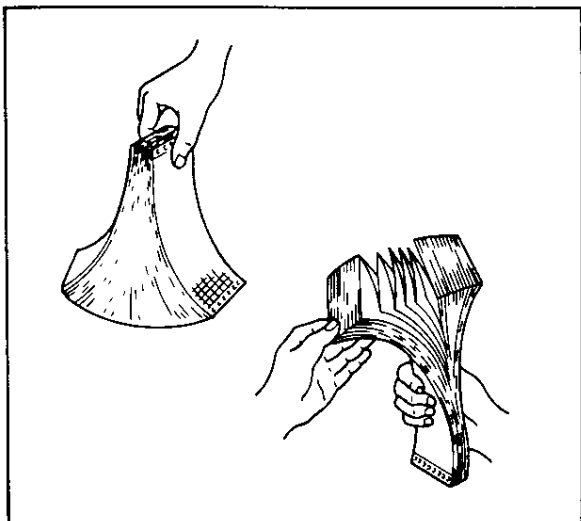

図 5.1
- (1) 記録紙は挿入前に良くさばいておきます(図5.1)。